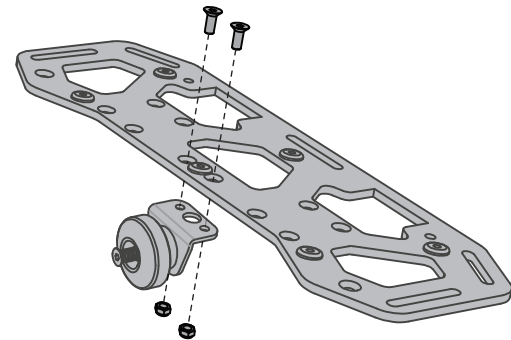

Abbildung 6. Montage des Schnellverriegelungsknopfs
- Montieren Sie einen Schnellverriegelungsknopf mithilfe von zwei 16-mm-Befestigungen und zwei Sicherungsmuttern wie in **Abbildung 6** gezeigt an jedem Cargo-Träger. Ziehen Sie die Befestigungen mit einem Anzugsmoment von **6,0 Nm (4,4 ft-lbf)** fest.